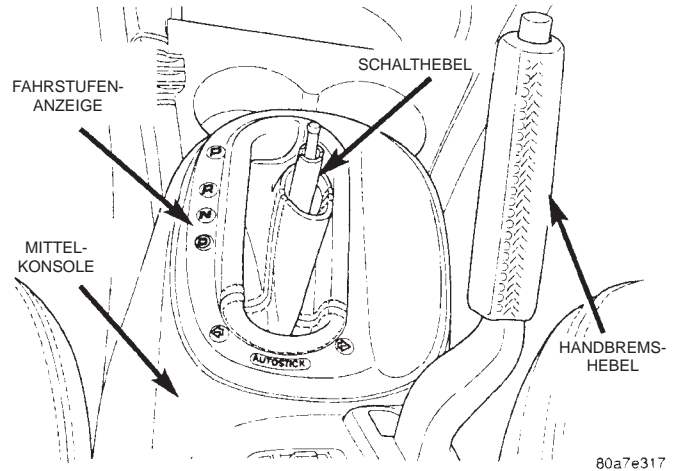

Abb. 122 Fahrstufenanzeige
(3) Die Fahrstufenanzeige aus der Mittelkonsole ausbauen. Die Fahrstufenanzeige ist mit Halteclips an der Mittelkonsole befestigt. Sie muß vorsichtig von der Mittelkonsole abgehoben werden. Die Fahrstufenanzeige bedeckt die 2 Schrauben, mit denen die Mittelkonsole am Schaltmechanismus befestigt ist. (Abb. 122).
(13) Die Fahrstufenanzeige (Abb. 122) in die Mittelkonsole einsetzen.